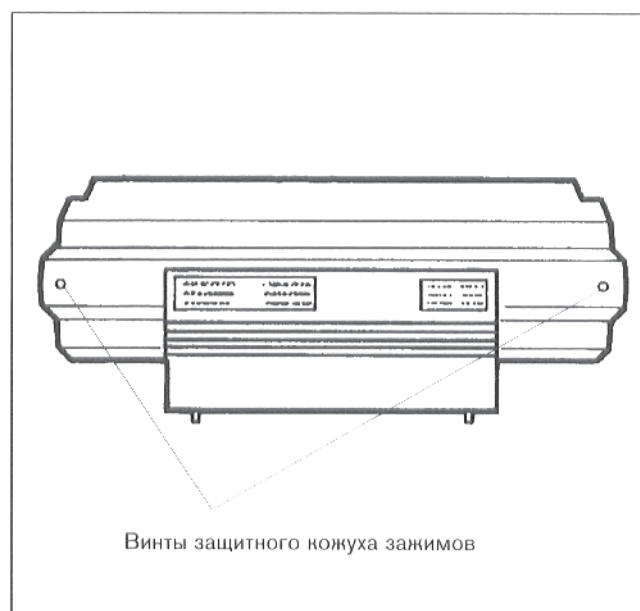

Рис. 2: регулятор, задняя сторона
- Вывинтить два винта защитного кожуха зажимов. Снять защитный кожух зажимов (рис. 2).